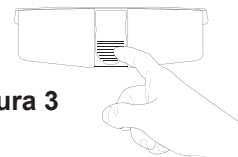

Figura 3
2. Presione la traba del recipiente para polvo (Figura 3) para abrir el recipiente y eliminar los desechos de forma sencilla. Para volver a colocarlo, presione firmemente el recipiente en el cabezal a vapor del barredor.